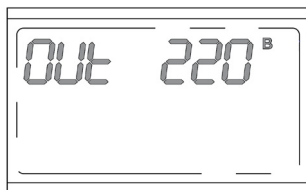

Рисунок 31. ЖК-дисплей в режиме настройки выходного напряжения
2. Дождаться щелчка (3 секунды после перевода автоматического выключателя «Байпас» в положение ON («I»)) и двойным быстрым нажатием кнопки  перевести ЖК-дисплей в режим настройки выходного напряжения (**рисунок 31**).